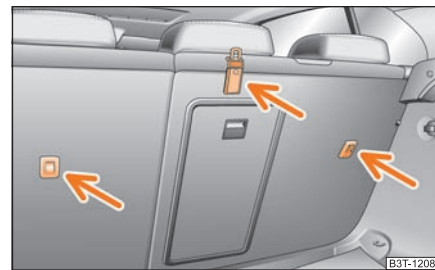

Fig. 189 Siège AR: Top Tether ►
Dans certains pays, les dispositions légales exigent que les sièges arrière soient équipés d'oeillets de fixation pour le système « Top Tether » pour les sièges d'enfants ⇒ fig. 189.
- **Ne fixez les sièges pour enfants avec le système « Top Tether » qu'aux endroits prévus à cet effet ⇒ page 195, fig. 189.**